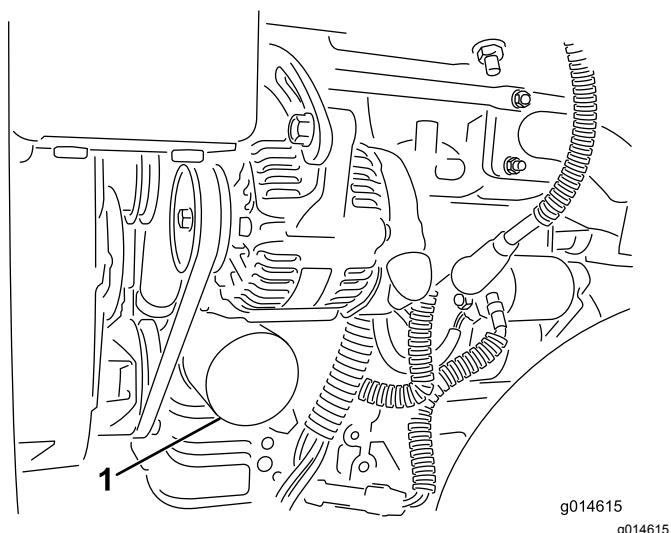

Figura 41
- Retire o filtro do óleo (Figura 41). Aplique uma leve camada de óleo limpo na gaxeta do novo filtro.